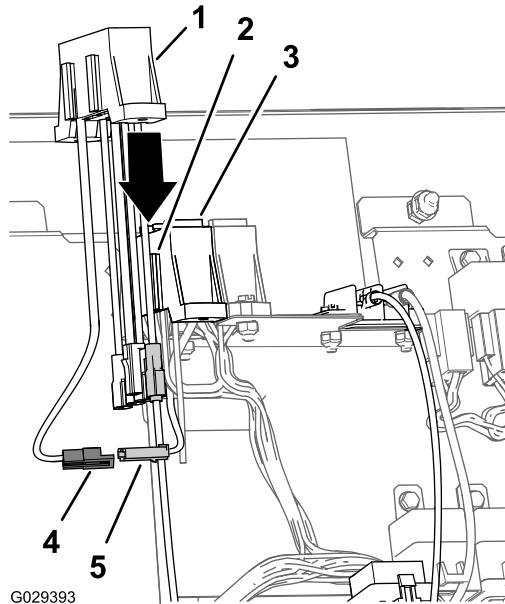

Figura 22
- Collegate il connettore a 2 pin dei fili di alimentazione ausiliari del portafusibili della macchina al connettore a 2 prese dei fili di alimentazione del portafusibili ausiliario (Figura 22).
- Allineate le scanalature del portafusibili ausiliario alle flange di montaggio del portafusibili della macchina (Figura 22).